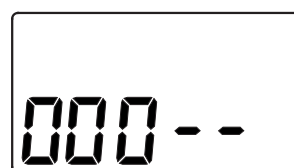

FIG. 27
1. Appuyez sur le bouton CHOISIR et maintenez-le enfoncé jusqu'à ce que l'écran de la figure 27 s'affiche.